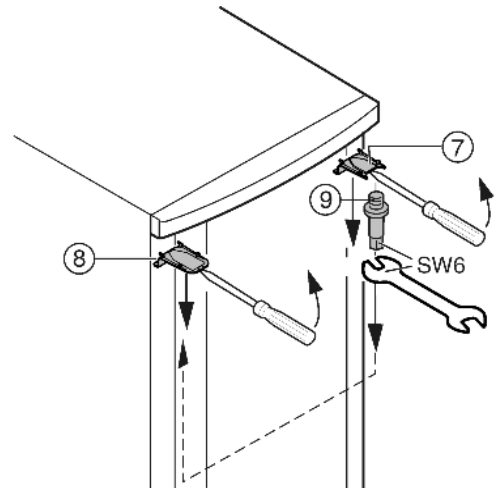

Fig. 6
- ▶ Верхнюю крышку *Fig. 6 (7)* и крышку *Fig. 6 (8)* с помощью отвертки выведите вперед из фиксатора и снимите, наклоняя вниз.
- ▶ Выкрутите опорный палец *Fig. 6 (9)* и вкрутите на противоположной стороне (с моментом 4 Нм).
- ▶ Снова установите крышку *Fig. 6 (7)* на стороне опорного пальца: насадите сзади, защелкните спереди.
- ▶ Установите крышку *Fig. 6 (8)* на противоположной стороне: насадите сзади, защелкните спереди.
- ▶ Подвесьте верхнюю часть двери на опорный палец *Fig. 6 (9)*.